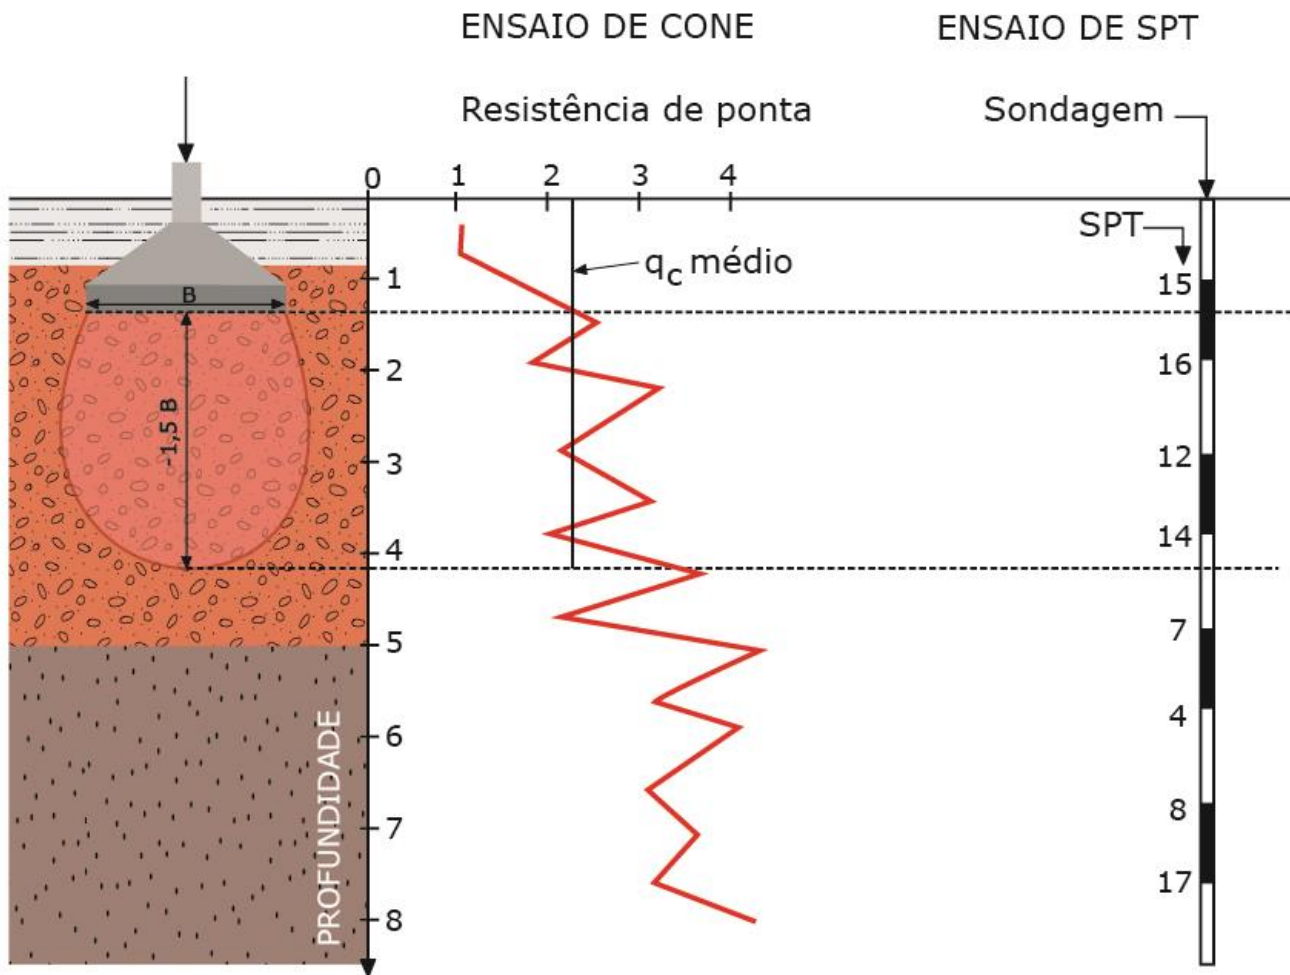

Figura 37: Dados de sondagem de um solo de uma fundação *versus* bulbo de pressão atuante
Perceba que o bulbo de tensões vai definir inclusive a região limite até onde vamos estudar a resistência do solo para fundações superficiais. Veja o exemplo da Figura 37. Como disse, considera-se o bulbo de tensões para acréscimos de até 10% de carga aplicada pela fundação. Assim, quando formos analisar a resistência/módulo de elasticidade do solo para uma **sapata** como na Figura 37, consideraremos as cargas até a **profundidade** que resulte no **bulbo de 10%**, o que para sapatas corresponde a 1,5 a 2 vezes a sua largura (B), ou seja, **1,5 a 2 vezes B** .